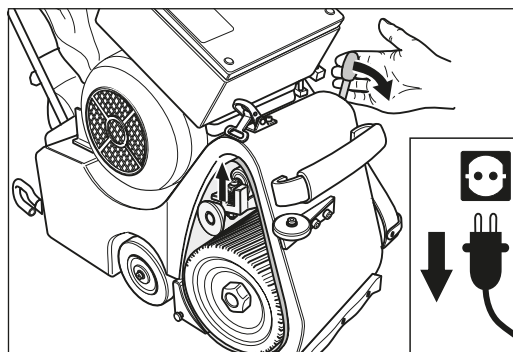

Fig. 10 Tendez la bande en relâchant le levier de serrage.
- 11 Pour tendre la bande de ponçage, enfoncez le levier de serrage vers le bas (fig. 10).